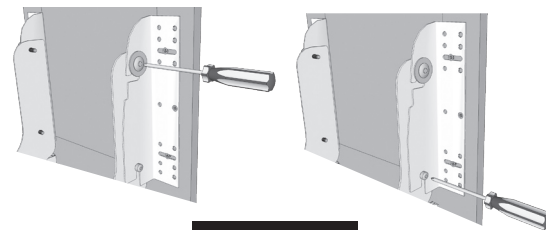

fig. 7
**Paso 9:** Monte la puerta con los soportes instalados en los tornillos de montaje en las placas del producto. Apriete bien los tornillos de la parte inferior. Apriete los tornillos superiores (con las arandelas) pero de modo que le permite realizar ajustes más adelante. **(Ver la ilustración 7)**